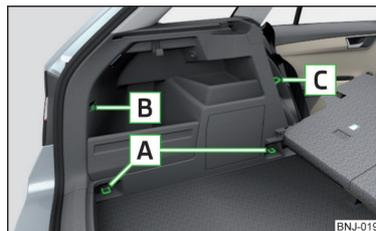
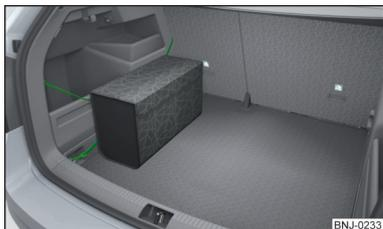

Fig. 94
Fig. 97
## Vista general de los elementos de sujeción » fig. 94
- La argolla de amarre **A** no pueden utilizarse para la fijación de redes, cuando el suelo de carga variable se encuentra en la posición superior » fig. 94 de la pág. 88 » pág. 941).
El bolso » fig. 97 se puede fijar en los elementos de fijación **A**, **B** y **C** » fig. 94 de la pág. 88.